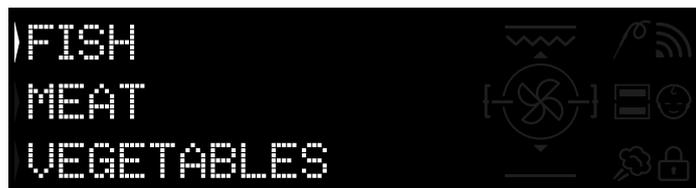

Рисунок 3
4. Виберіть належну функцію пари для приготування риби, м'яса, овочів, макаронних виробів чи випічки. (Рисунок 3)